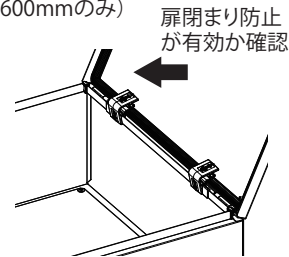

図7 取付図(2コ使用)
- 刻印向きが正しいことを確認した後、扉(ドア)を軽く閉め、扉閉まり防止が有効であることを確認してください。(図 7,8)